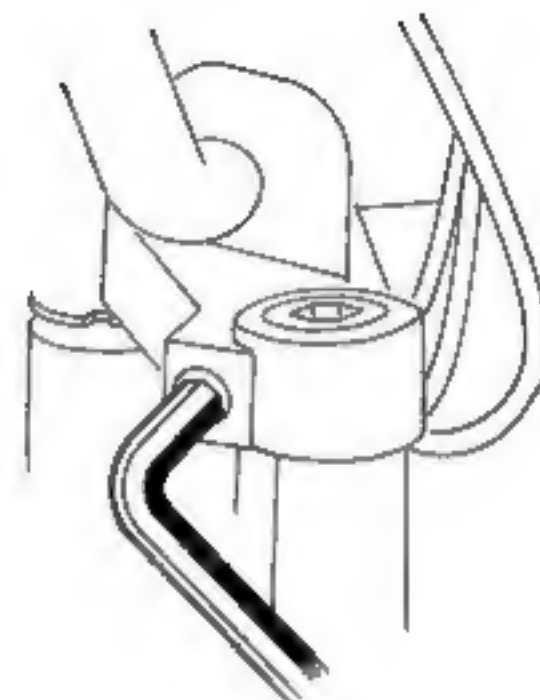

Fig. 1
- Desserrer les 3 vis à 6 pans creux de plaque supérieure de fourche (clé de 6 mm) (fig. 1).